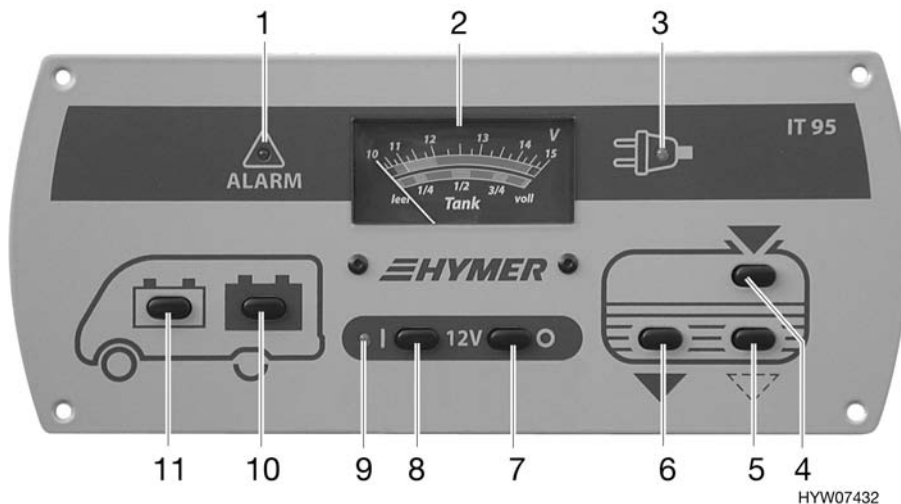

Bild 101 Panel
Beim Anzeigeelement V/Tank (Bild 101,2) die obere Skala beachten. Das Anzeigeelement wird automatisch beleuchtet, sobald ein Schalter gedrückt wird.
- Schalter (Bild 101,11) drücken "": Die Batteriespannung der Starterbatterie wird angezeigt.
- Schalter (Bild 101,10) drücken "": Die Batteriespannung der Wohnraumbatterie wird angezeigt.
Die rote Warnleuchte ALARM (Bild 101,1) blinkt, sobald die Spannung der Wohnraumbatterie 11 V (Messung im laufenden Betrieb) unterschreitet und damit Tiefentladung droht.
Beim Anzeigeinstrument V/Tank (Bild 101,2) die untere Skala beachten. Das Anzeigeinstrument wird automatisch beleuchtet, sobald ein Schalter gedrückt wird.
■ Schalter (Bild 101,4) drücken "": Die Wassermenge wird angezeigt.
■ Schalter (Bild 101,6) drücken "": Die Abwassermenge wird angezeigt.
Der 12-V-Hauptschalter (Bild 101,7 und 8) schaltet die 12-V-Versorgung des Wohnraums ein und aus.
■ Schalter (Bild 101,8) drücken "I": Die 12-V-Versorgung des Wohnraums ist eingeschaltet. Die Kontroll-Leuchte (Bild 101,9) leuchtet grün.
■ Schalter (Bild 101,7) drücken "O": Die 12-V-Versorgung des Wohnraums ist ausgeschaltet. Die Kontroll-Leuchte (Bild 101,9) erlischt.
Die 12-V-Kontroll-Leuchte (Bild 101,9) leuchtet, wenn der 12-V-Hauptschalter (Bild 101,8) eingeschaltet ist.
Die gelbe 230-V-Kontroll-Leuchte (Bild 101,3) leuchtet, wenn am Eingang des Elektroblocs Netzspannung vorhanden ist.